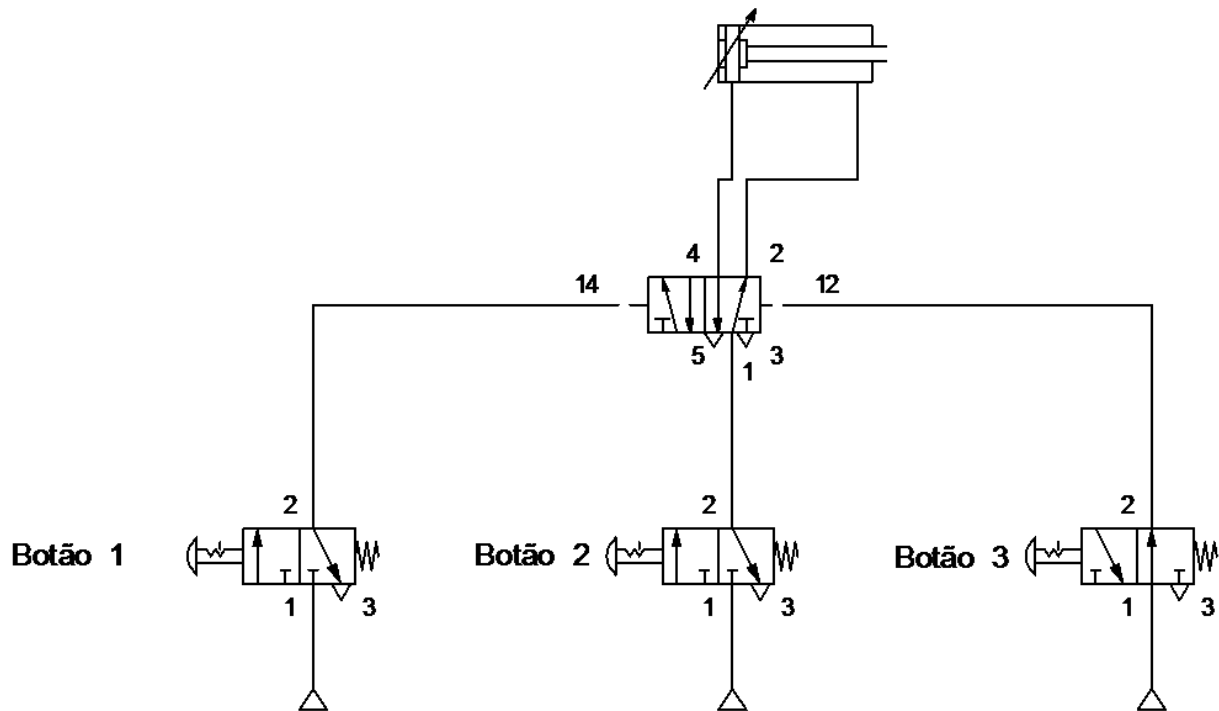

Figura 03 – Circuito Pneumático
24. Analise o circuito pneumático a seguir (figura 03):